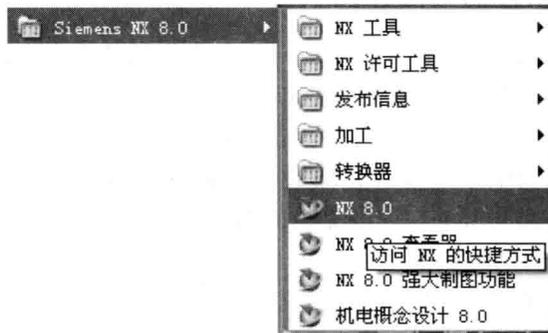
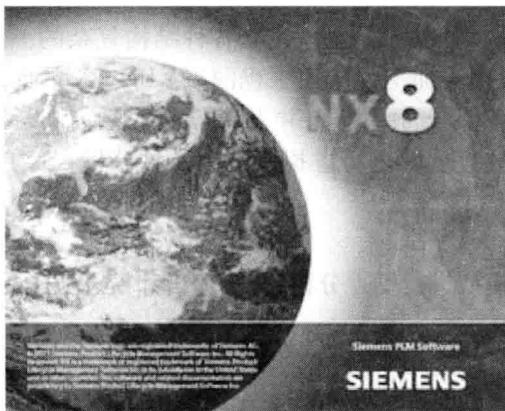
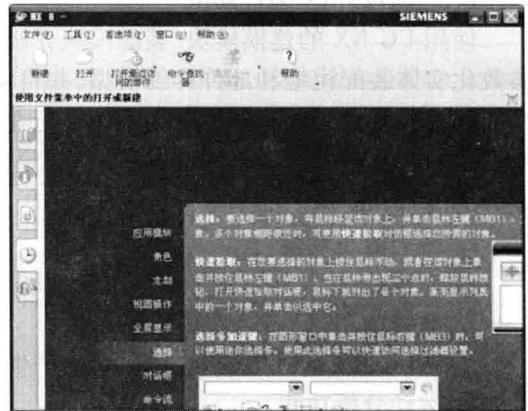

图 1-1 程序命令
图 1-2 UG NX 启动界面
图 1-3 UG NX 基础环境
(1) 方法一:用鼠标依次选择【开始】→【所有程序】→Siemens NX 8.0→NX 8.0 命令,如图 1-1 所示。启动 UG NX 后,在主界面上将显示 UG 的版本号,如图 1-2 所示,稍作停顿后进入 UG NX 的入门模块,如图 1-3 所示,这时可以新建文件或打开一个已存在的文件。